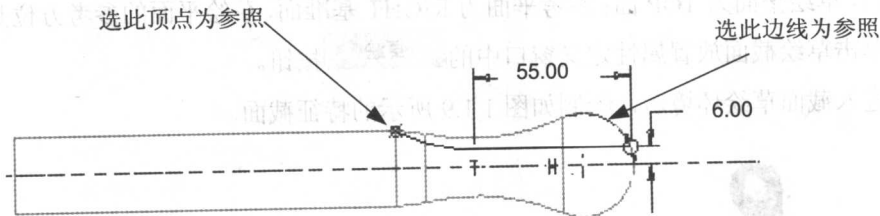

图 1.1.6
- (1) 直接单击拉伸命令图标，在出现的操控板中确认“实体”类型图标被按下，并单击去除材料图标.
- (2) 定义草绘截面放置属性：单击操控板中的“草绘”图标，进入草绘截面放置属性定义窗口，草绘平面为 FRONT 面；参考平面为 RIGHT 基准面，草绘平面的参考方位是“右”。
- (3) 单击草绘截面放置属性定义窗口中的 **草绘** 按钮。
- (4) 进入截面草绘环境后，选取图中的顶点及边线为参照，绘制如图 1.1.6 所示的特征截面。